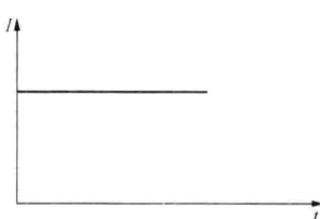

图 1-3 直流电流
1) 直流电流是指电流方向不随时间变化的电流，如图 1-3 所示。